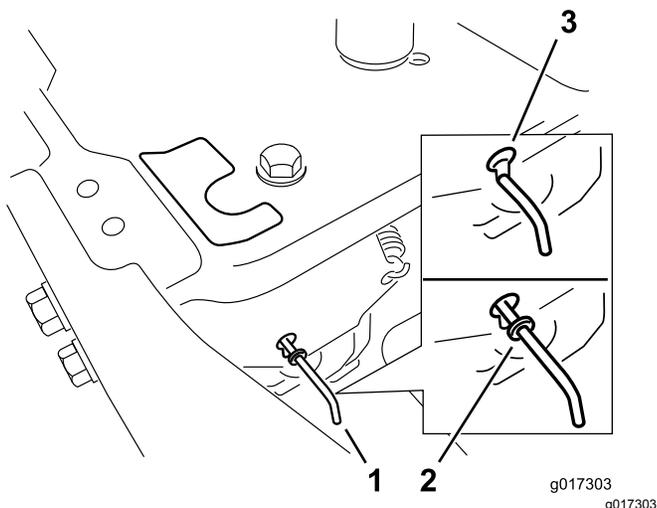

Figure 21
- Déplacez les leviers de dérivation en avant dans l'encoche en trou de serrure, puis vers le bas pour les verrouiller en position (Figure 21).
Déplacez les leviers de dérivation en arrière dans l'encoche en trou de serrure, puis vers le bas pour les verrouiller en position, comme montré à la Figure 21.